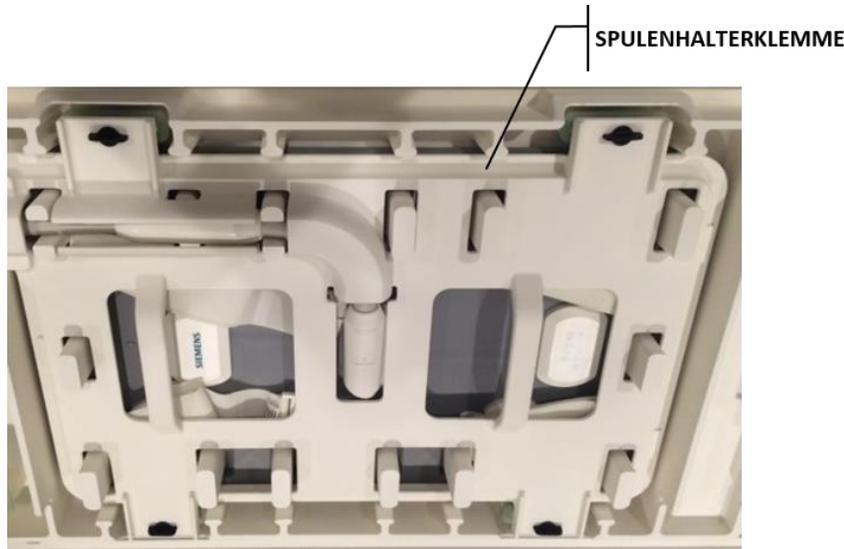

Abbildung 6: Spulenhalterklemme oben auf der Bildgebungsspule
4. Legen Sie die Spulenhalterklemme auf die Spule und arretieren Sie sie mittels der schwarzen Vierteldrehungsbolzen auf der Spulenhalterklemme in die Steckplätze auf dem Spulenhaltergehäuse (*Abbildung 6*).